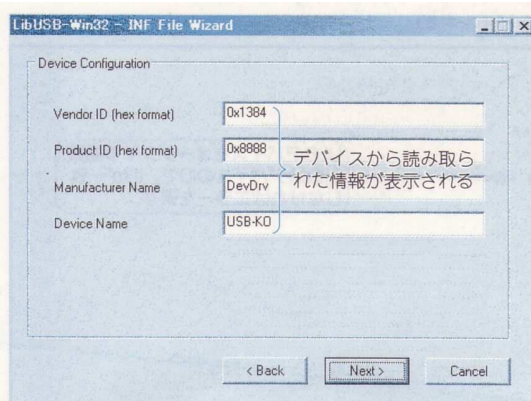

図 17 USB-KO の ID などが表示される
- ③ 図 17 のような ID の表示画面に変わります。さらに [Next >] ボタンをクリックすると、ファイルの保存ダイアログ・ボックスが現れるので、ファイル名を usb-ko.inf に変更して保存してください。
- ④ デバイス・ドライバを要求してきたときは、作成した usb-ko.inf を読み込ませればドライバが認識され USB デバイスが動きます。